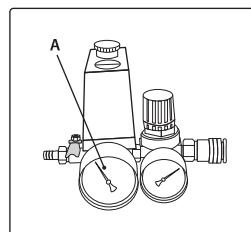
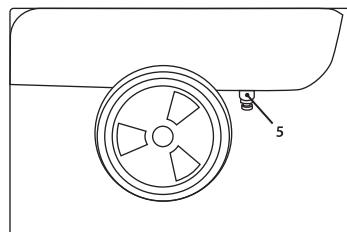

рис. 9
рис. 10
Компрессор оборудован манометром (A) (рис. 9) для контроля давления, а также клапаном для слива (удаления) конденсата (5) из ресивера (рис. 10).
При первом запуске компрессор должен проработать без нагрузки около 10 минут с полностью открытым регулятором давления выходного воздуха и клапаном слива конденсата из ресивера (рис. 10).